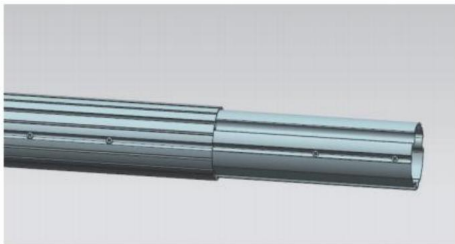
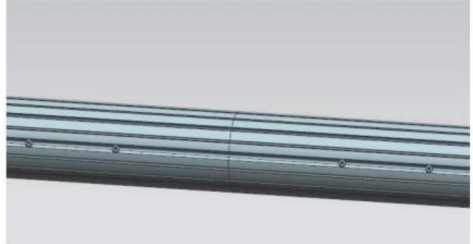

Abbildung D8
Abbildung D9
3.4 Ziehen Sie die Verbindungsrohre an beiden Enden der mittleren Spule bis zum roten Endlage und montieren Sie das linke und rechte Rohrende. Fixieren Sie die Verbindung mit Schraube A. (Abbildung D8, Abbildung D9)